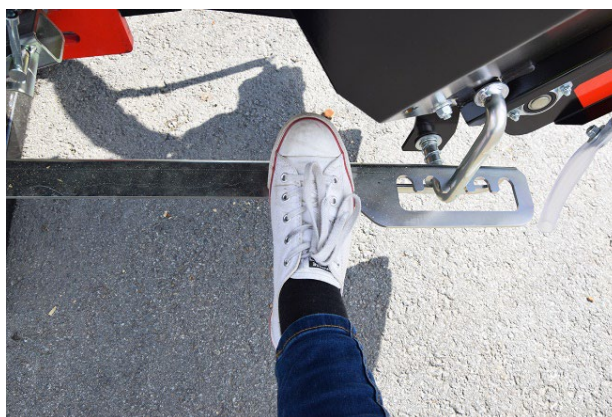

Figure 18
- ❑ Pour faire pivoter le convoyeur, relâchez le fer de serrage pour le pivotement en l'enfonçant avec votre pied, Fig. 18 et faites tourner le convoyeur avec votre main dans la direction souhaitée.